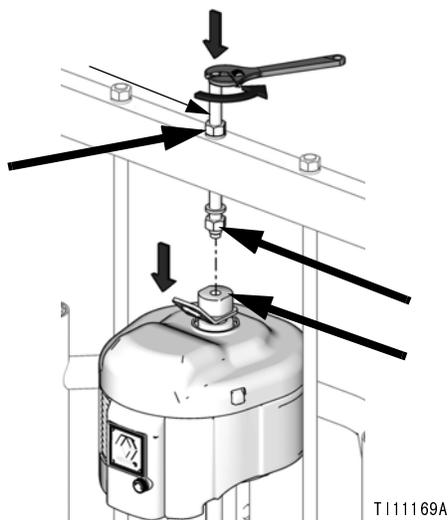

图 19：200 升 (55 加仑) 压盘
- a. 用于 200 升 (55 加仑) 压盘：松开横杠下面的螺母。用扳手夹住吊环转换接头不动，并用另一把扳手松开横杠上方的螺杆。参见图 19。